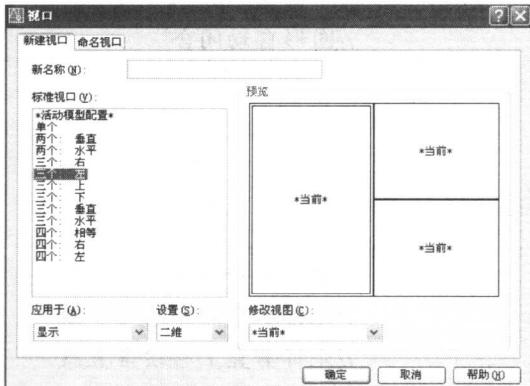
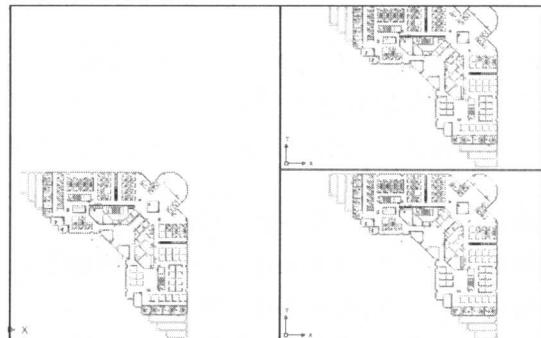

图 2.4 “视口”对话框
图 2.5 三个视口
(2) 使用“viewports”命令进行视口操作 选择菜单【视图】→【视口】→【新建视口】，弹出“视口”对话框，如图 2.4 所示，单击“确定”，如图 2.5 所示。